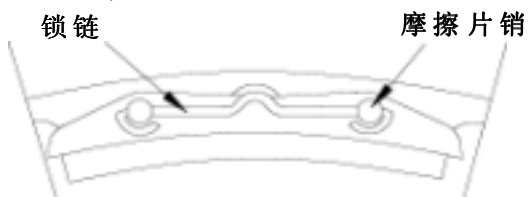

图 13
- 4.5.4 将锁链滑入摩擦片销的孔中，确保锁链的扇形处和弯曲处远离摩擦材料，每一锁链均应穿入两个摩擦片销中，以固定一个摩擦片组件。见图 13。
- 4.5.5 将锁链置于中间位置，使摩擦片销两边的长度相等，沿摩擦材料方向向内，环绕摩擦片销弯曲锁链两端，如图 13 所示。